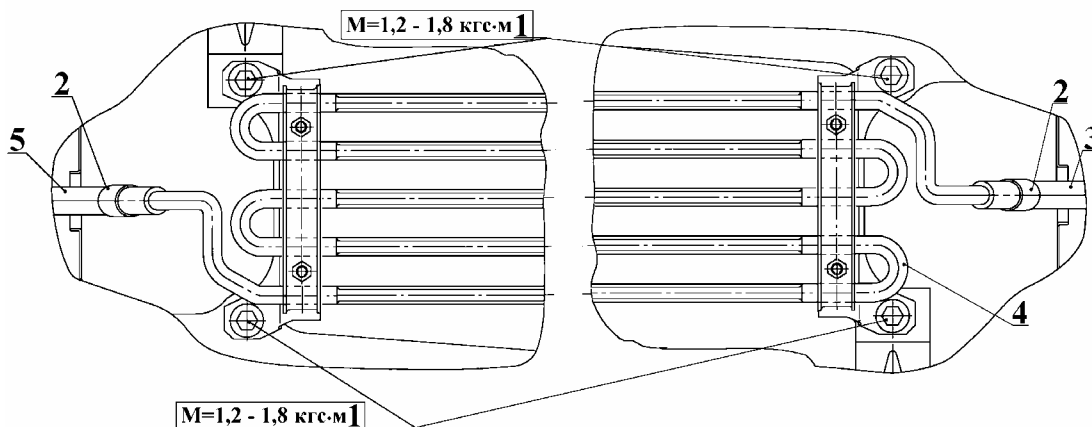

Рис. 5. Снятие радиатора с автомобиля:
7.1.2. Отсоединить шланги 3, 5 (рис. 5) от радиатора, ослабив затяжку хомутов 2 с обеих сторон радиатора 4.